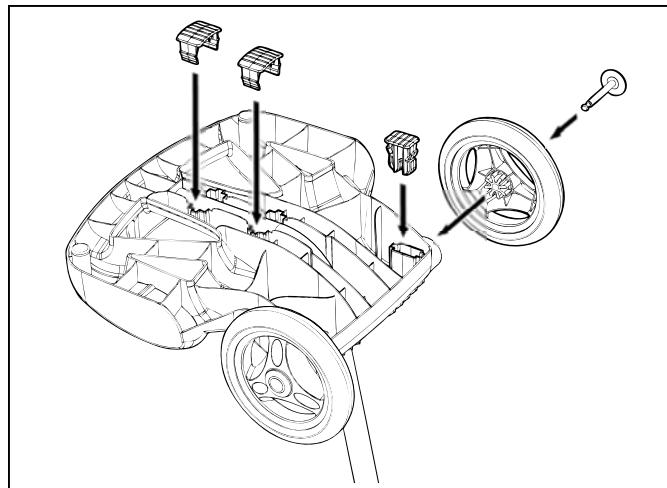

Figure 5. Encliqueter les blocs de soutien et fixer les roues
5. Mettre en place deux (2) blocs de soutien (Figure 5). □
6. Glisser l'essieu et l'enjoliveur dans le centre de la roue et fixer au module de base. Mettre en place l'attache de blocage pour fixer la roue. Répéter pour les deux roues (Figure 5). □